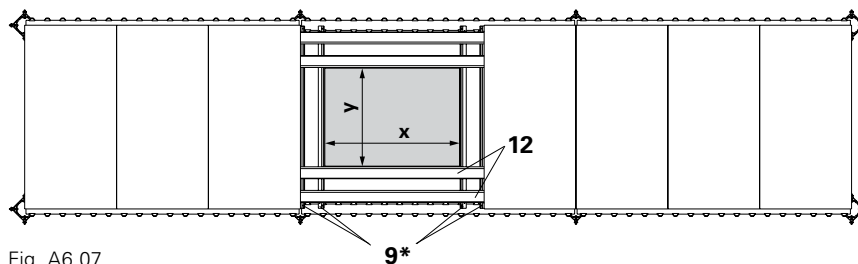

Fig. A6.07
Instalar a viga de extremidade SRT 150-2 (9*) numa posição suspensa. Colocar a madeira de compensação SPH 150 (12) numa posição horizontal. Larguras de influência admissíveis para a madeira de compensação SPH, ver Tabela A6.02 na página seguinte. (Fig. A6.07 + A6.08)